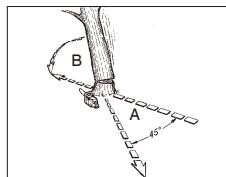

Fig. 11A
VARNING! En reträtväg (A) ska planeras och om nödvändigt röjd innan sågningen börjar. Reträtvägen bör sträcka sig bakåt och diagonalt från den väntade fallriktningen enligt Fig. 11A.
⚠ VARNING! När fällskäret närmar sig gångjärnet börjar trädet att falla. När trädet börjar falla, ta bort sågen från skäret, stoppa motorn, lägg ned sågen och lämna området på reträtvägen (Fig. 11A).